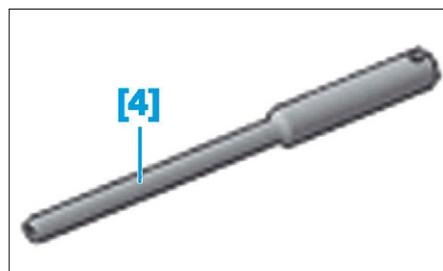

FIG. 4
- [4]. Pige de calage de la poulie d'entraînement de la pompe haute pression carburant (Fig.4).